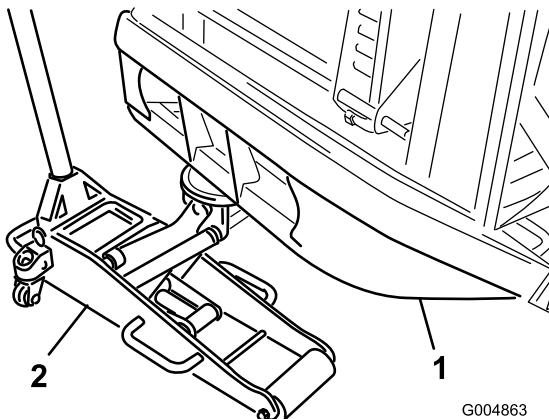

Figura 32
- Coloque un gato de suelo apropiado debajo del tubo del parachoques trasero, y levante los neumáticos traseros del suelo (Figura 32).